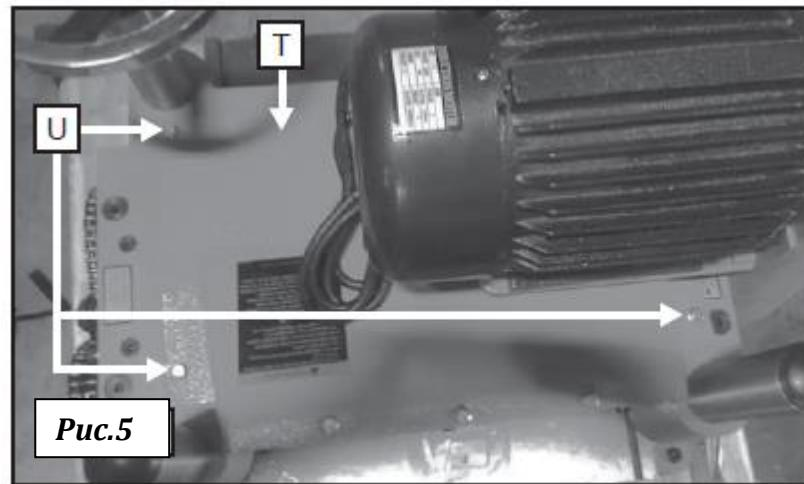

Рис.5
1. Ключом на 10 мм закрепить верхнюю крышку (T), рис. 5, на головке рейсмусового станка с помощью трёх винтов с буртиком с шестигранной головкой в трёх местах (U).